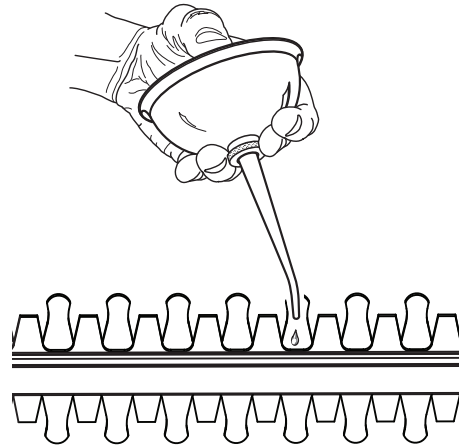

Fig. 3
2. Débranchez l'appareil. Lubrifiez les lames du taille-haie conformément à la procédure décrite précédemment (Fig. 3).